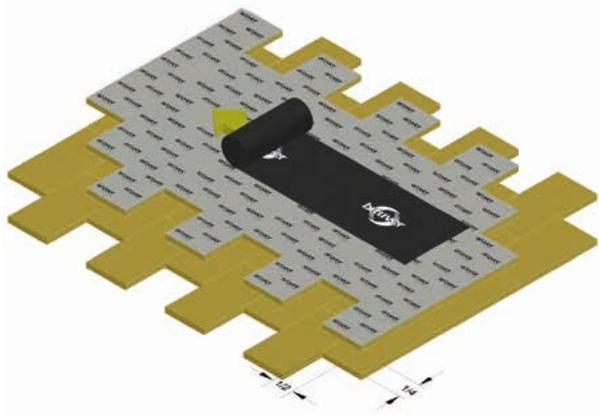

Figura 3
- > Nel caso di utilizzo di elementi termoisolanti posati in più strati il loro posizionamento deve avvenire sfalsando i giunti dell'elemento termoisolante fra gli strati soprastanti. Per i pannelli di forma rettangolare lo sfalsamento è indicativamente di circa 1/4 rispetto al lato lungo di circa 1/2 rispetto al lato corto (figura 3);